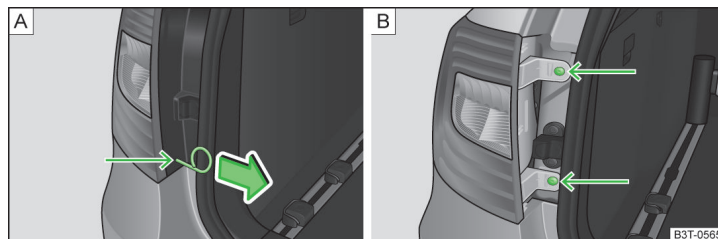

Fig. 209 Démontage : cache/ampoule
- Insérez l'étrier servant au retrait des enjoliveurs intégraux de roue » page 217, *Outils de bord* dans l'orifice à l'emplacement désigné par la flèche » fig. 209 - **A**.
- Retirez le cache dans le sens de la flèche » fig. 209 - **A**.
- Dévissez la lampe à l'aide du tournevis faisant partie de l'outillage de bord » fig. 209 - **B**.